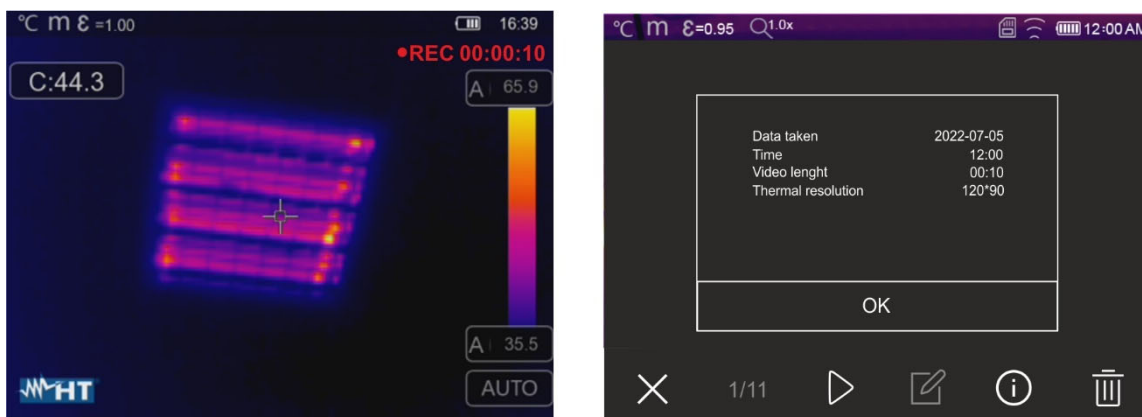

Abb. 48: IR-Videoaufzeichnung
1. **Drücken und halten Sie die Taste mindestens 2 Sekunden lang.** Die Angabe “REC” erscheint auf der Oberseite des Displays, um die laufende Aufzeichnung anzugeben (siehe Abb. 48).